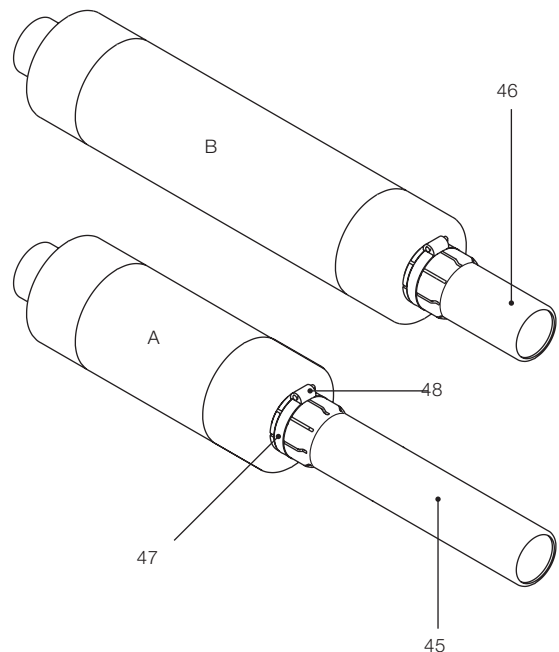

Fig. 19a
a) Montagem dos adaptadores (fig. 19a)